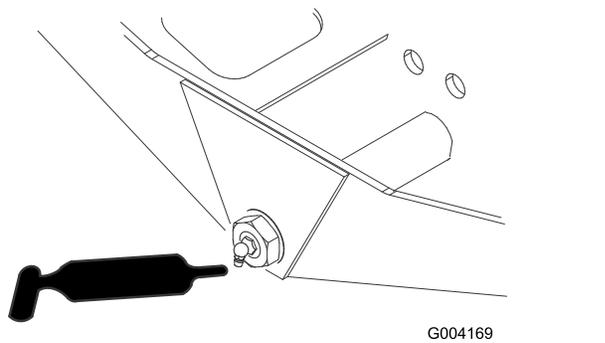

Рисунок 43
- Ось поворота моста (1 шт.) (Рисунок 43)